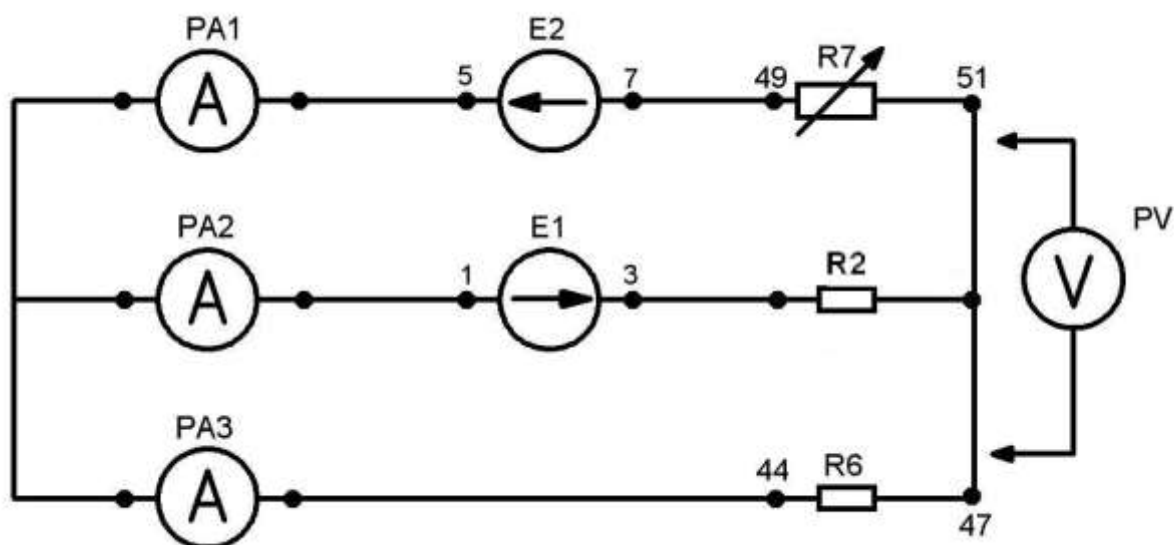

Рисунок 3
1. Начертить схему цепи, рисунок 3